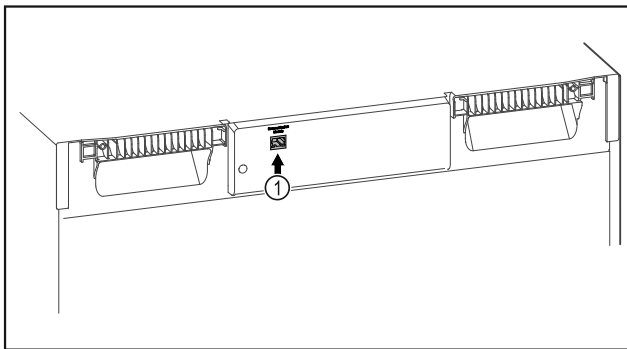

Fig. 89
- SmartModule Fig. 89 (1) 已使用。